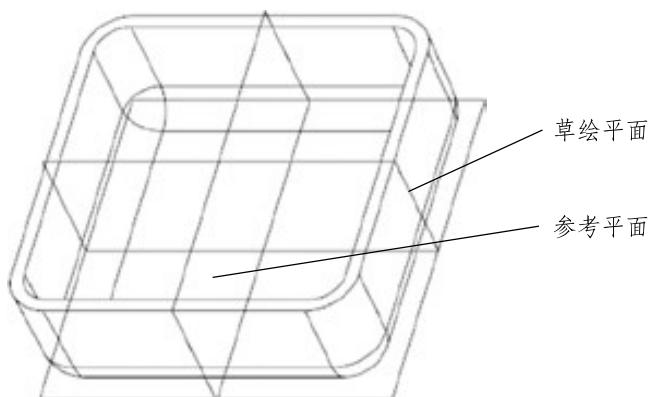

图2-2 选择草绘平面和参考平面
Step 04 选择FRONT基准面为草绘平面，RIGHT基准面为参考平面，如图2-2所示。